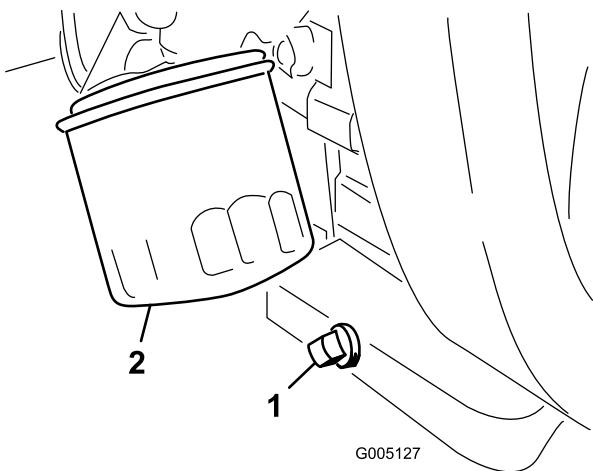

Figura 45
1. Retire o tampão de escoamento (Figura 45) e deixe o óleo escorrer para um recipiente adequado. Quando o óleo parar, volte a montar o tampão de escoamento.
2. Retire o filtro do óleo (Figura 45). Aplique uma leve camada de óleo limpo na gaxeta do novo filtro.